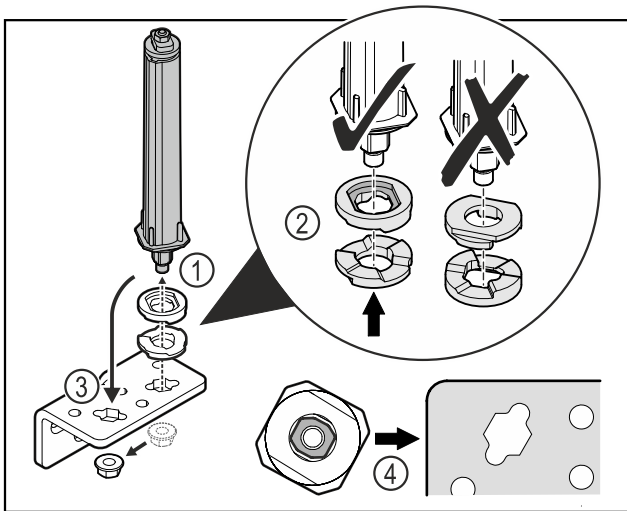

Fig. 37
- ▶ Povolte matici a odstraňte uzavírací systém dveří Fig. 37 (1).
- ▶ Dbejte na správné vyrovnaní výškově stavitelných podložek Fig. 37 (2).
- ▶ Přesaďte uzavírací systém dveří v úhelníku závěsu a upevněte jej maticí Fig. 37 (3).
- ▶ Při nasazování dbejte na správné vyrovnaní uzavíracího systému dveří Fig. 37 (4).